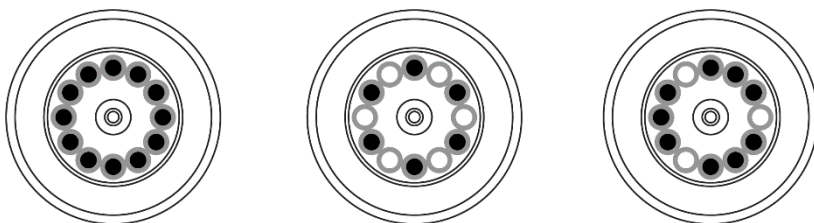

Рисунок 4 - Правильная балансировка ротора
- 8.6. Всегда балансируйте ротор перед центрифугированием. На рисунке выше приведены примеры правильно сбалансированных роторов (Рисунок 4).